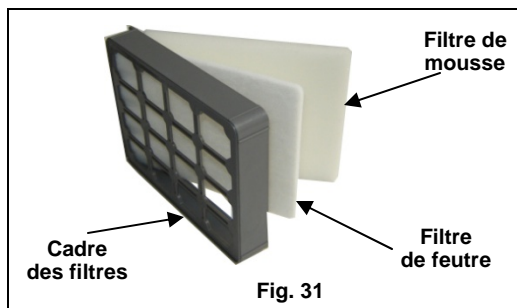

Fig. 31
5. À l'intérieur du cadre il y a deux (2) filtres. Le filtre numéro 1 est un filtre de mousse et le filtre numéro 2 est un filtre de feutre. Les deux sont lavables et réutilisables pour la durée de vie de l'aspirateur (à l'intérieur d'un usage domestique). (Fig. 31)